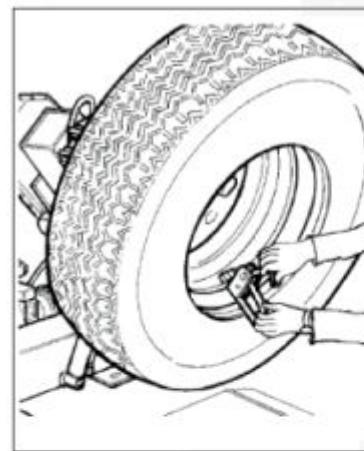

Рисунок 20
- 8) Снимите хомут и прикрепите его ко второму бортику внизу с внешней стороны (в часах) (см. рис.20).
- 10) Прикрепите хомут ко второму бортику с внешней стороны (6 часов) (см. рис. 20). Установите переносной блок управления в рабочее положение «с».